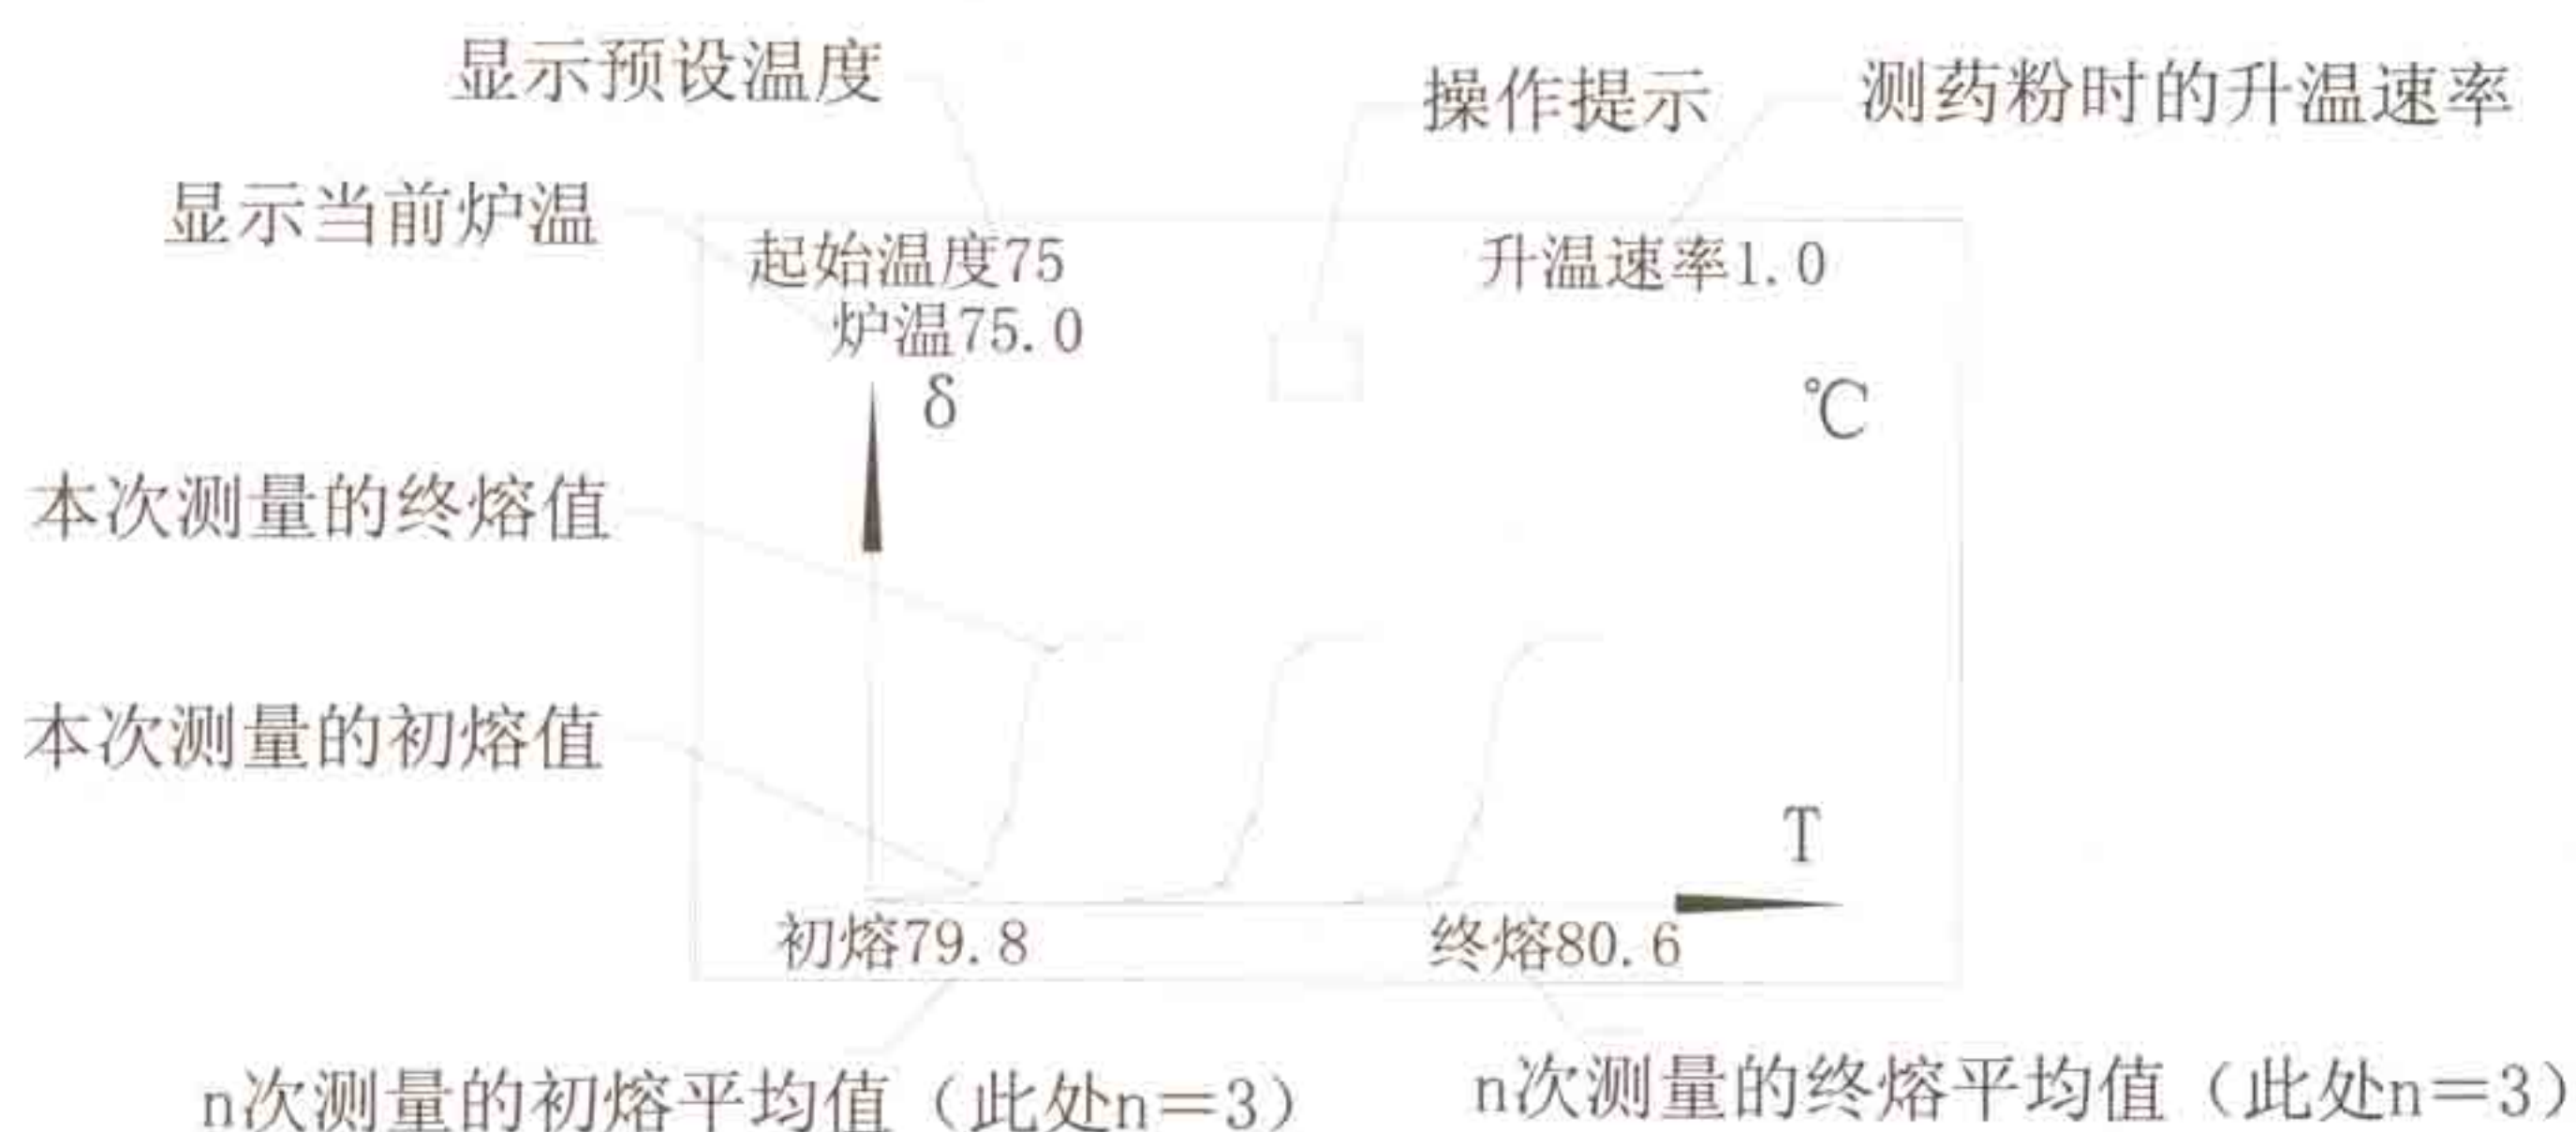

图 4
2. 仪器液晶显示屏如图 4
6. 当达到初熔点时, 显示初熔温度, 当达到终熔点时, 显示终熔温度, 同时显示熔化曲线。(具体数据的含义见图 4)